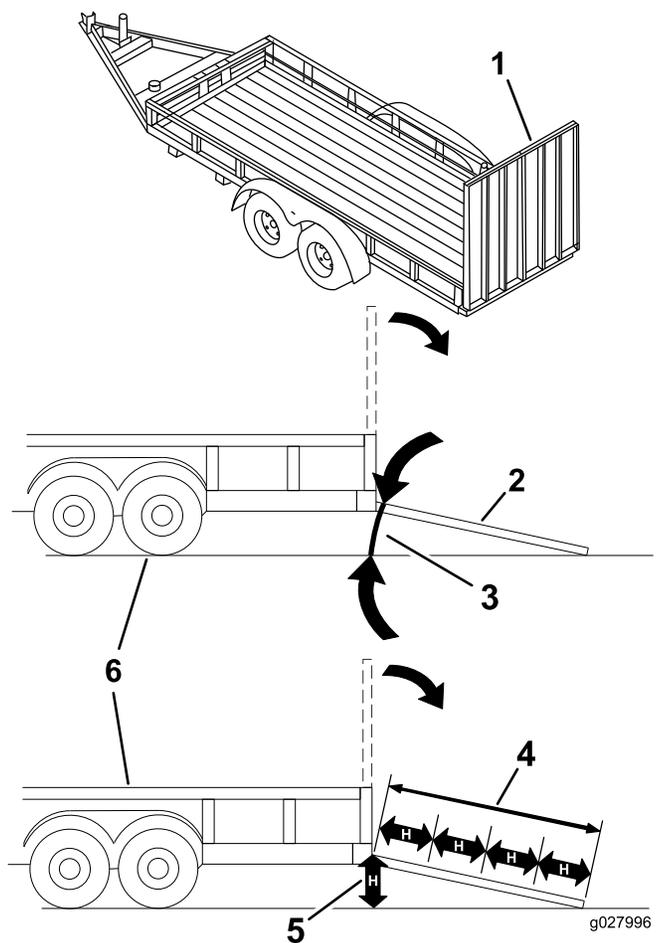

Рисунок 37
При погрузке машины на прицеп или грузовик повышается вероятность опрокидывания, что может привести к получению тяжелой травмы или гибели (Рисунок 37).
3. Опустите наклонный въезд, убедившись, что угол между наклонным въездом и поверхностью земли не превышает 15 градусов (Рисунок 37).
1. Опустите наклонный въезд, убедившись, что угол между наклонным въездом и поверхностью земли не превышает 15 градусов (Рисунок 37).